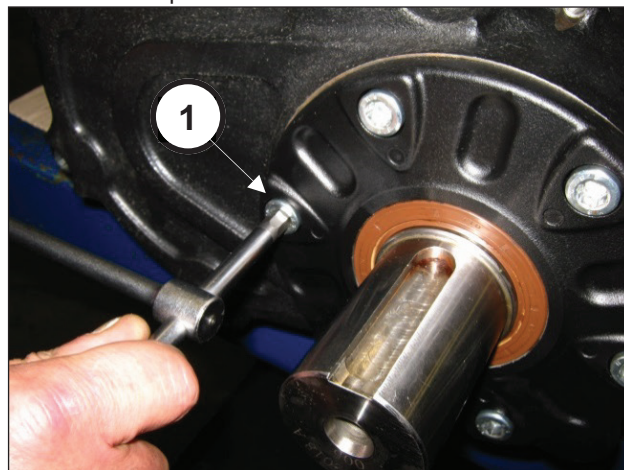

Fig. 3
Svitare le viti di fissaggio coperchio pignone (pos. ①, Fig. 3) e rimuovere il cooperchio dall'albero.